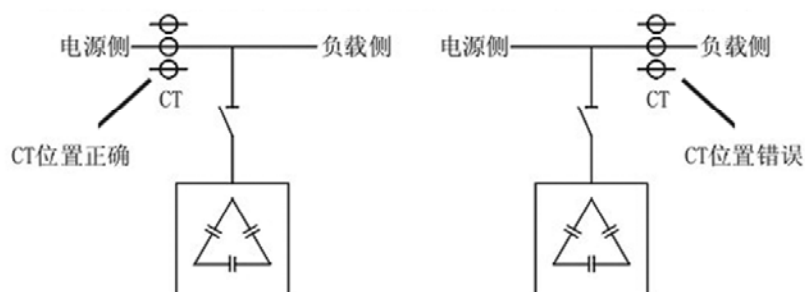

图14 电流互感器位置
- 4) 取样电流互感器（CT）安装位置不能有错，如下图14所示。